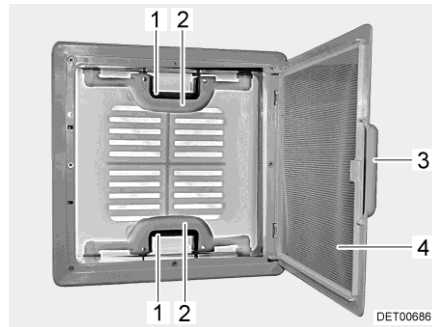

Bild 27 Taklucka med snäpplås
- Drag i handtaget (Bild 27,3).
- Fäll ned insektsskyddet (Bild 27,4).
- Tryck snäpplåset (Bild 27,1) mot takluckans insida. Tryck samtidigt takluckan uppåt med handtaget (Bild 27,2).
- Fäll upp insektsskyddet (Bild 27,4) så att det hakar i.
- Drag kraftigt ner takluckan med hjälp av båda handtagen (Bild 27,2) så långt, att snäpplåsen (Bild 27,1) går i lås.